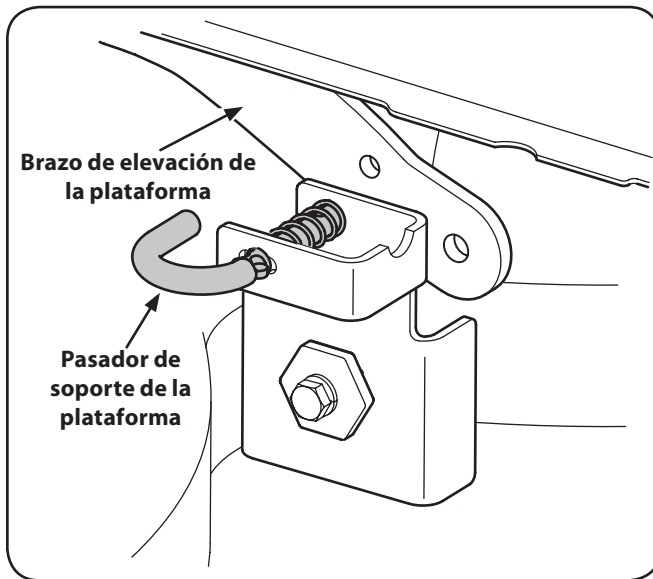

Figura 7-3
6. Tire hacia afuera el pasador de soporte de la plataforma para separar la misma del brazo de elevación de la plataforma. Vea la Figura 7-3.
- b. Vuelva una conectar los brazos de elevación de cubierta. Véase la Figura 7-3.